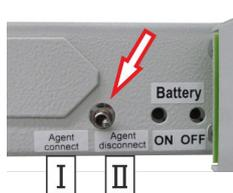

Fig. 32: Interruptor de bloqueo
1. Bloquear el sistema: conmutar el interruptor de bloqueo (Fig. 32/flecha) a “Agent disconnect [bloqueado]” (Fig. 32/ II).